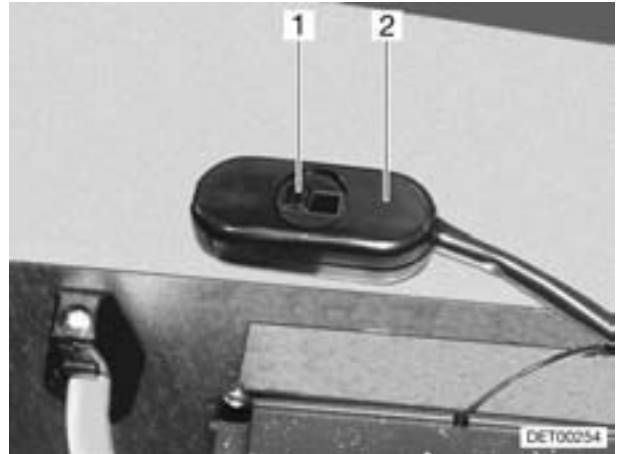

Bild 127 Schalter Drehzahlreduzierung
Mit dem Schiebeschalter (Bild 127,2) kann die Drehzahl der Umwälzpumpe reduziert werden. Dadurch werden auch die Laufgeräusche der Pumpe verringert.
- Den Schieber (Bild 127,1) nach rechts schieben. Die Leistung ist verringert.